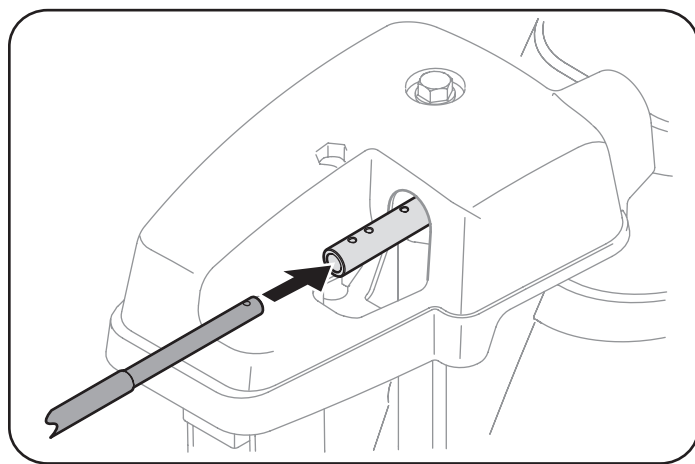

Figura 5
3. Inserte la varilla hexagonal dentro del cabezal de control del canal. Empuje la varilla tan lejos dentro del cabezal de control del canal como sea posible, manteniendo el orificio en la varilla hexagonal señalando hacia arriba. Vea la Figura 5.